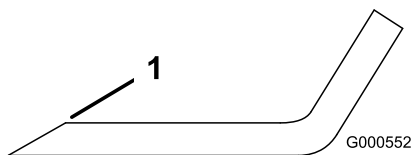

Figura 59
- Utilice una lima para afilar el filo de corte en ambos extremos de la cuchilla (Figura 59).
Nota: Si la cuchilla no está equilibrada, rebaje algo del metal en la parte de la vela solamente con una lima (Figura 59).